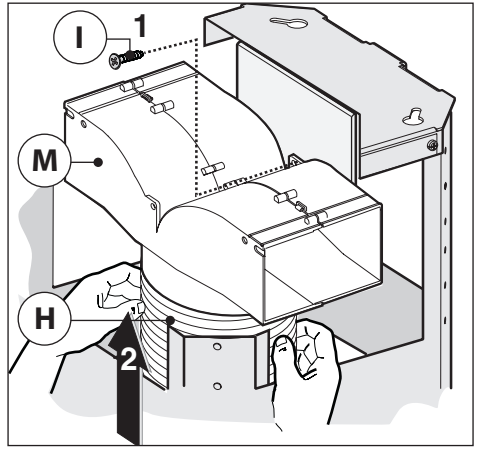

Fig.11
- Collegare il tubo flessibile **H** al deflettore **M** e fissare la vite **I** come indicato in (Fig.11).